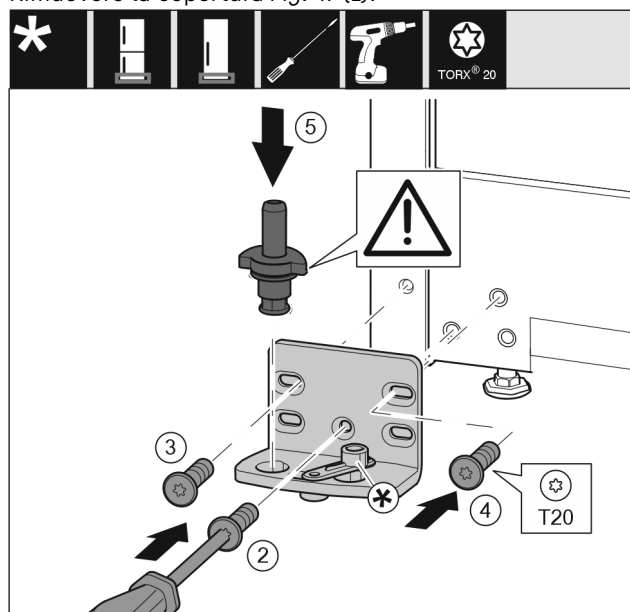

Fig. 48 *
- Applicare il blocco di supporto sull'altro lato e avvitarlo con l'aiuto di un cacciavite. Iniziare dalla vite Fig. 48 (2) in basso al centro.*
- Stringere la vite Fig. 48 (3) e la vite Fig. 48 (4).*
- Inserire completamente i perni di supporto Fig. 48 (5). Facendo ciò assicurarsi che la camma di arresto sia rivolta all'indietro.*